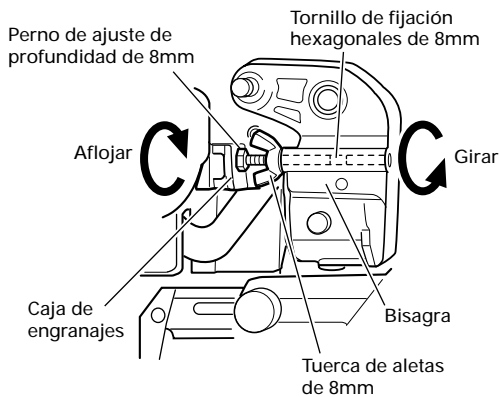

Fig. 10
Para ajustar la posición de límite inferior de la hoja de sierra, siga los procedimientos (1) a (4) indicados abajo. (Fig. 10)
Para ajustar la posición de límite inferior de la hoja de sierra, siga los procedimientos (1) a (3) indicados en la Fig. 10-a.
- (1) Afloje la tuerca de aletas de 8mm de manera que sea posible girar el perno de ajuste de profundidad de 8mm con la mano.
- (2) Baje la cabeza del motor, y gire el perno de ajuste de profundidad de 8mm con la mano, y realice los ajustes de manera que se pueda formar una holgura de 3/32" a 1/8" (2mm a 3mm) entre la posición de límite inferior de la cabeza del motor y la parte superior de la pieza de trabajo en la posición de límite inferior de la hoja de sierra (donde la cabeza del perno de ajuste de profundidad de 8mm entra en contacto con la caja de engranajes).
- (3) Después del ajuste, gire la tuerca de aletas de 8mm hasta que entre en contacto con la bisagra (consulte la Fig. 10), y apriétela completamente.